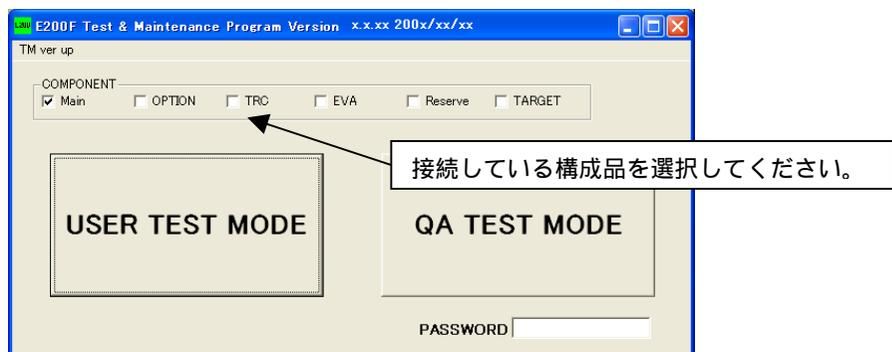

図 3.6 E200F システムオペレーションテストのスタート画面
- (1) ホストコンピュータと E200F エミュレータを接続してください。ユーザシステムとは接続しないでください。
- (2) E200F エミュレータの電源を ON してください。
- (3) [スタート]メニューの[プログラム]から[E200F TM] ->[E200F Fx TM] ( x : 0 または 2 ) を選択してください。
- (4) E200F 診断プログラムが起動します。図 3.6 に示すスタート画面になります。
- (5) COMPONENT を選択します。このとき TARGET は選択しないでください。
- (6) USER TEST MODE ボタンを選択してください。QA TEST MODE は選択しないでください。